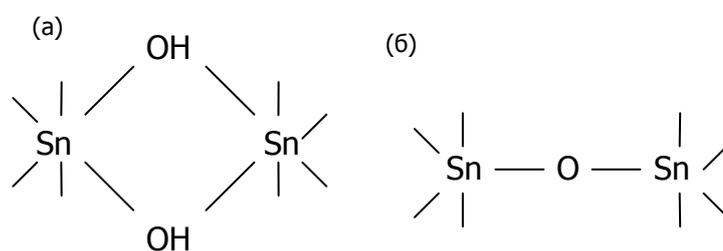

Рис. 18. Графические формулы: а) гидроксомостика; б) оксомостика
Однако уже в момент получения в результате сильного **поляризующего** действия Sn(IV) идет реакция **внутримолекулярной** дегидратации [24, раздел «Халькогены»], приводящая к снижению к.ч. олова до 5:  $\text{H}_2[\text{Sn}(\text{OH})_4\text{O}]$ . Как следствие, из-за стремления Sn(IV) к 6-кратной координации происходит **оляция** (образование гидроксомостиков обобществлением OH-групп соседними молекулами – рис. 18а).
Оляция (опять же из-за сильного поляризующего действия олова(IV)) сопровождается **оксоляцией** (отщепление молекулы воды с формированием оксо-мостика – рис. 18 б). И затем эти процессы повторяются (хотя протекают достаточно медленно1) вплоть до образования оксида  $\text{SnO}_2$  (с координационной решеткой).